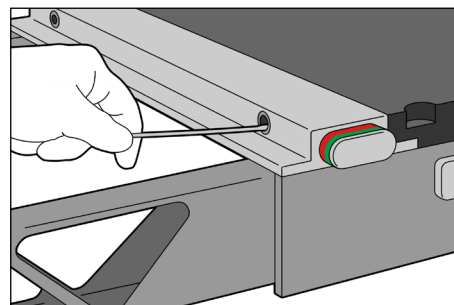

图 3
3. 使用干棉签清洁安装孔的内面。(图 3)
5. 用干棉签擦掉附着的棉绒和碎屑。(图 3)